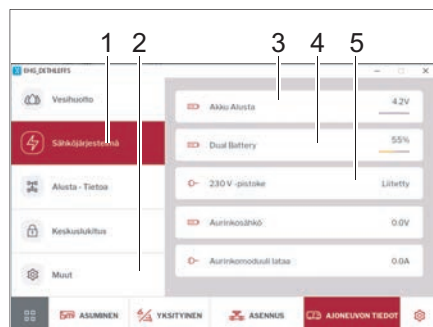

Bild 265 El och inomhustemperatur
- Klicka på knappen *El* (Bild 265,1). Fordonets batterispänning visas (Bild 265,3), liksom kroppsbatteriets laddningsstatus i % eller AGM-batteriets laddningsspänning i volt (Bild 265,4) och status för 230V-matningen (Bild 265,5).
- Klicka på knappen *Annat* (Bild 265,2). Inomhustemperaturen visas.